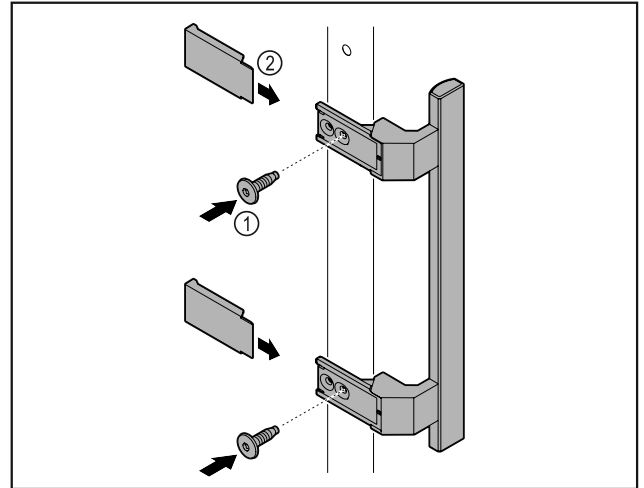

Fig. 2
- Griff aus dem Beipack mit den beiliegenden Schrauben Fig. 2 (1) an der Tür anbringen.
- Abdeckung Fig. 2 (2) aufsetzen.